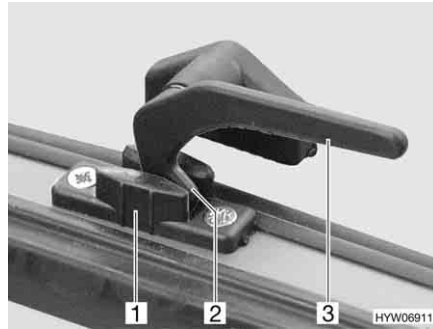

Bild 61 Låsarm i läget "kontinuerlig vädring"
- I läget "kontinuerlig vädring" (Bild 61)
- Sväng låsarmen (Bild 61,3) ett kvarts varv mot fönstrets mitt.
- Sväng låsarmen ett kvarts varv mot fönsterkarmen. Därvid måste låspaken (Bild 61,2) föras in i spåret på fönsterlåset (Bild 61,1).